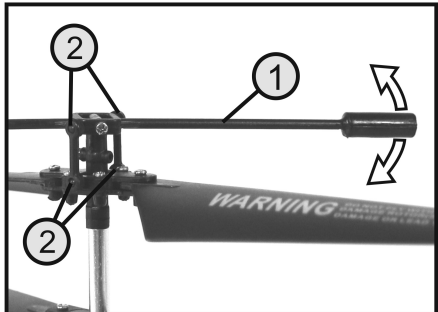

Figure 6
Déplacez à la main la barre de contrepois d'un côté vers le haut et vers le bas (voir flèche sur la figure 6) et contrôlez la souplesse des articulations à rotule (2).
Ne resserrez pas trop les vis de fixation du support des pales (voir également la figure 6).